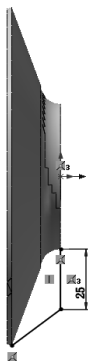

图 6-115 标注尺寸
3) 标注尺寸。单击“草图”控制面板中的 (智能尺寸) 按钮, 为草图标注尺寸, 如图 6-115 所示。